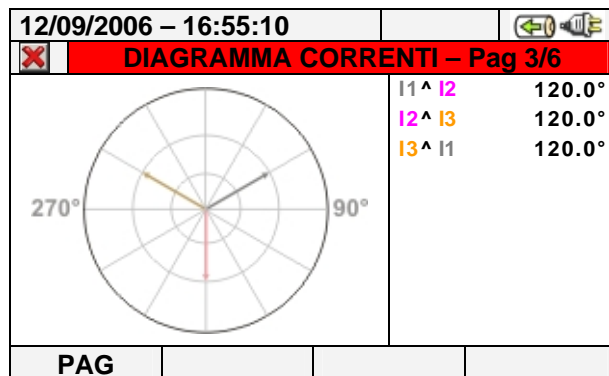

Fig. 72: Diagramma vettoriale correnti per sistemi 4-fili, 3-fili e ARON
- Il diagramma vettoriale delle correnti. La Fig. 72 mostra il caso di sistemi 3-fili, ARON o 4-fili: